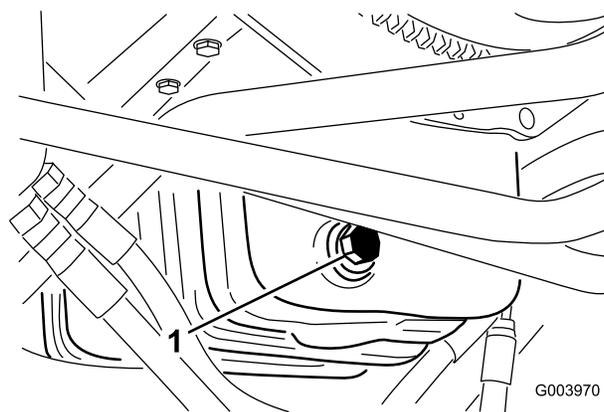

Рисунок 52
1. Снимите сливную пробку (Рисунок 52) и дайте маслу стечь в сливной поддон.